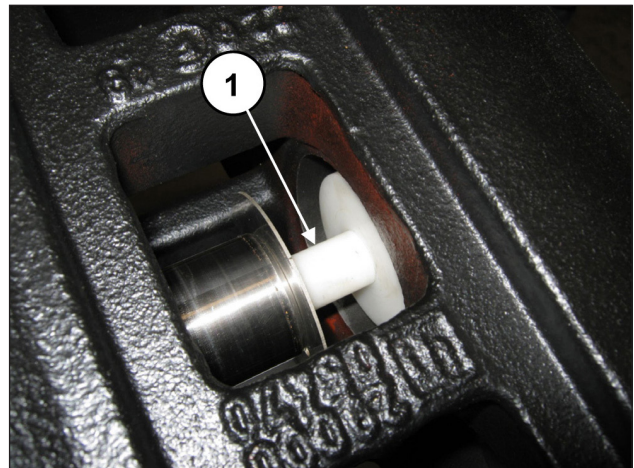

Abb. 174
Setzen Sie den Dorn Art. 27632500 zwischen Kolbenführung und Kolben ein (Pos. ①, Abb. 174).